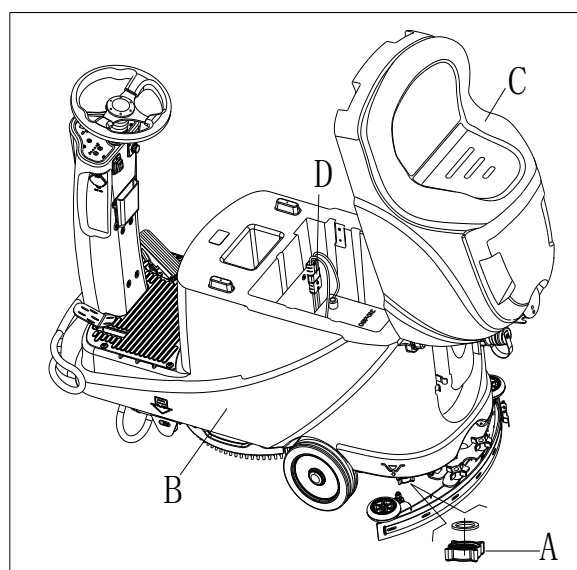

Figure 15
7. Vider le réservoir de solution par le bouchon de vidange (A, Figure 15). Et puis, rincer le réservoir avec de l'eau propre.
2. Vider les réservoirs (B et C, Figure 15), comme indiqué dans le paragraphe précédent.
2. Déconnecter le connecteur de la batterie (D, Figure 15).